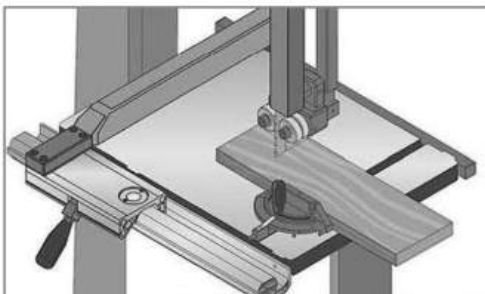

Рис. 45
- Отодвиньте параллельный упор в сторону. Равномерно прижмите заготовку к торцевому упору транспортира (рис. 45).